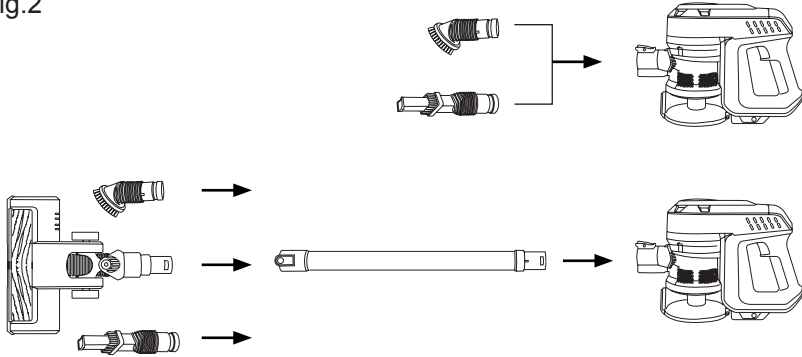

Fig.3
- Abrir la tapa de vaciado del depósito y verter su contenido en un contenedor de basura apropiado. (Fig.3)